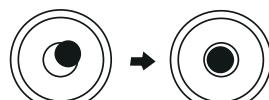

Fig.4
- (4) Gire los tornillos de los pies y Centre la burbuja. (Fig. 4)